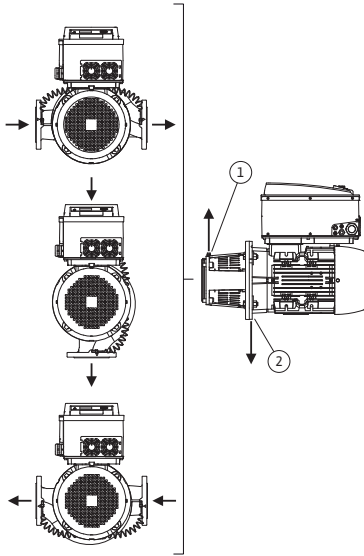
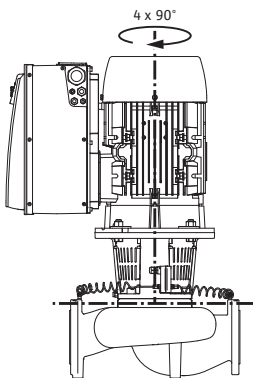

Fig. 18: Sallitut asennusasennot,
Fig. 19: Sallitut asennusasennot,
Sallitut asennusasennot, kun moottoriakseli on vaakatasossa ja elektroniikkamoduuli ylöspäin ( $0^\circ$ ), on esitetty Fig. 18. Esitettyinä ei ole sallittuja asennusasentoja sivuttaisesti asennetulla elektroniikkamoduulilla ( $\pm 90^\circ$ ). Kaikki muut asennusasennot paitsi "elektroniikkamoduuli alaspäin" ( $-180^\circ$ ) ovat sallittuja. Pumpun ilmaus on varmaa vain silloin, kun ilmanpoistiventtiili osoittaa ylöspäin (Fig. 18, kohta 1). Vain tässä asennossa ( $0^\circ$ ) voidaan syntyvä kondenssivesi johtaa tehokkaasti pois porattujen aukkojen, tiivistelaipan ja moottorin kautta (Fig. 18, kohta 2).
Sallitut asennusasennot, kun moottoriakseli on pystysuuntainen, on esitetty kuvassa Fig. 19. Kaikki muut asennusasennot paitsi "moottori alaspäin" ovat sallittuja.
- Tiivisteläipassa olevan ilmausventtiilin (Fig. 6, kohta 1.31) pitää vaakatasoisen moottoriakselin yhteydessä osoittaa aina ylöspäin (Fig. 6a ja Fig. 6b). Pystysuuntaisen moottoriakselin yhteydessä kaikki suunnat ovat sallittuja. Katso tästä myös Fig. 18: "Sallitut asennusasennot, vaakatasoisen moottoriakseli" sivulla 86 tai Fig. 19: "Sallitut asennusasennot, pystysuuntainen moottoriakseli" sivulla 86.
- Kun moottoriakseli on vaakatasossa, kondenssivesiaukon pitää olla alaspäin (Fig. 18, kohta 2). Tarpeen vaatiessa moottoria pitää kiertää.